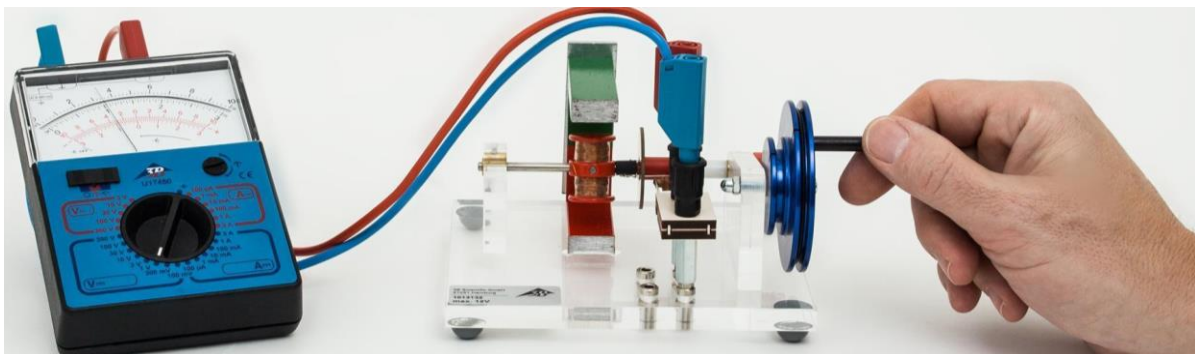

Fig. 3 Operação como gerador de corrente contínua com multímetro ESCOLA 10
- Colocar o tomador de corrente sobre o par de conectores da direita no campo de conectores da placa de base (vide Fig. 3).